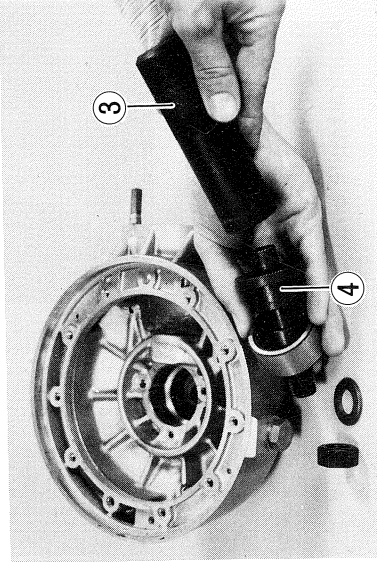

Abb. 8-26
- Mit Hilfe der Spezialwerkzeuge (3) und (4) das Nadellager für das Abtriebskegelrad einsetzen. (Abb. 8-26)